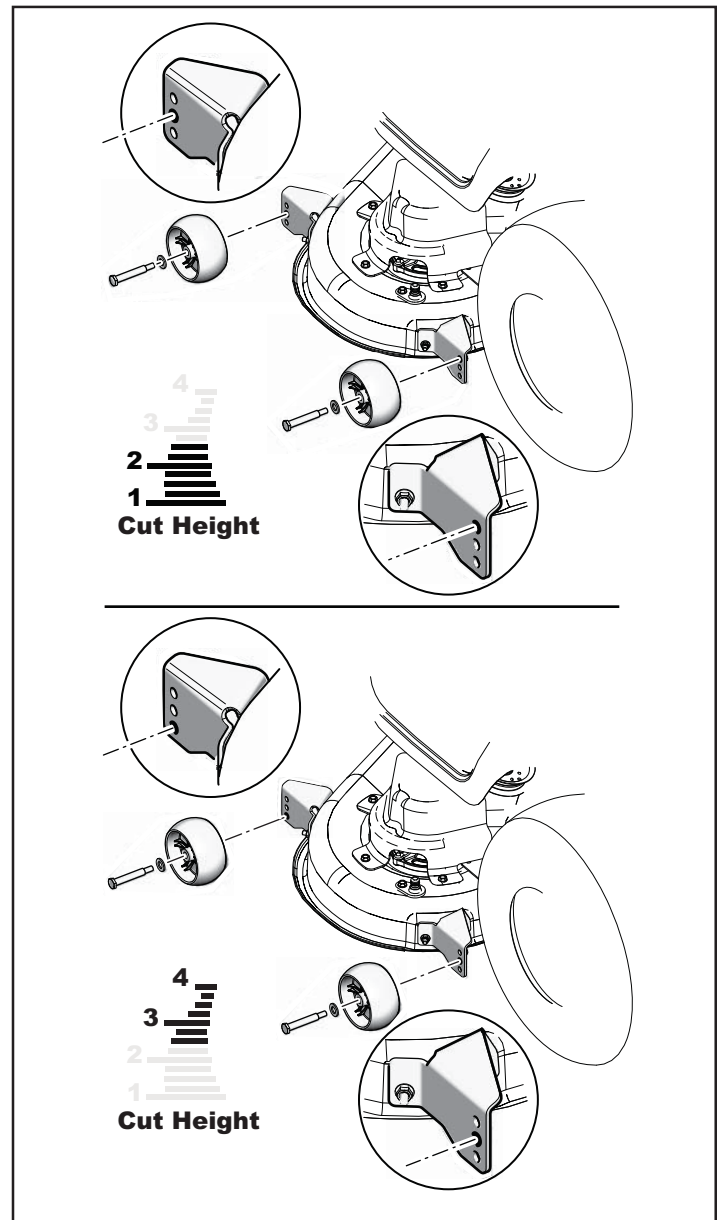

Figura 15
4. Ajuste as rodas medidoras frontais e traseiras conforme necessário (veja a Figura 15).